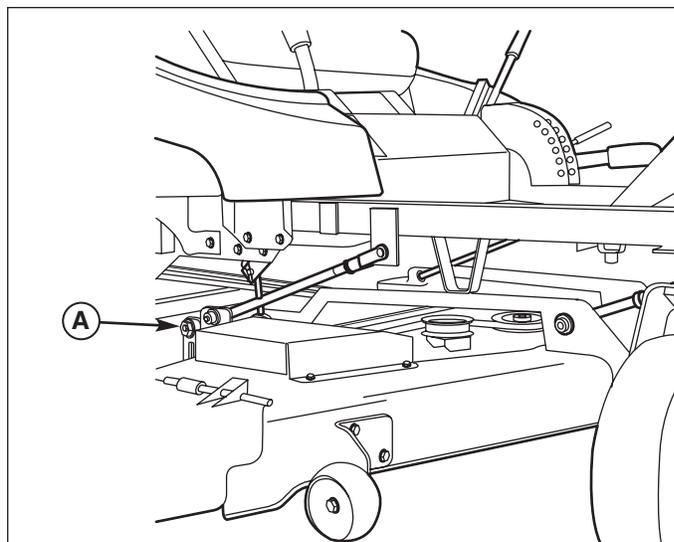

Figure 31. Mise à niveau de la barre roulante
5. Repérez les contre-écrous et l'excentrique de la mise à niveau de la barre roulante (A, Figure 31). Desserrez le contre-écrou et tournez l'excentrique pour élever ou abaisser un côté. Lorsque le niveau approprié est atteint, maintenez l'excentrique avec une clé et resserrez le contre-écrou. Répétez l'étape 4 si besoin.